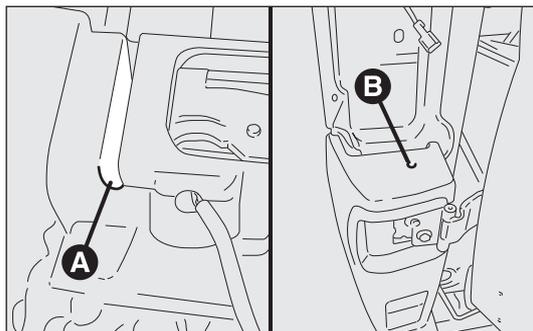

Abb. 198
- die untere Befestigung A zwischen mittlerer und seitlicher Stoßstange Abb. 198 herausdrehen;